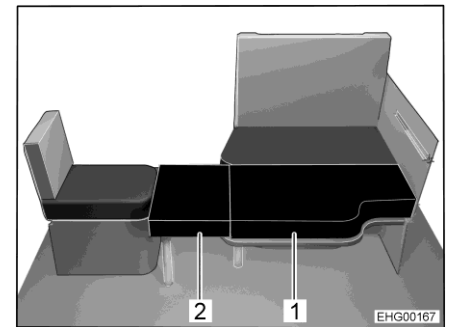
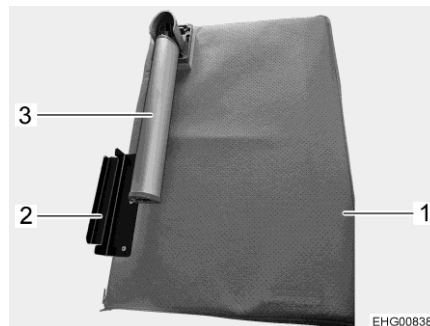

Fig. 77 Después de la transformación
Fig. 78 Tabla adicional
- Desplegar la pata de soporte (Fig. 78,3) en la tabla adicional (Fig. 78,1).
- Enganchar el soporte de fijación (Fig. 78,2) de la tabla adicional en el asiento individual y colocar el cojín adicional (Fig. 77,2) en el tablero de la mesa.
- Colocar el segundo cojín adicional (Fig. 77,1) sobre la tablero de la mesa.